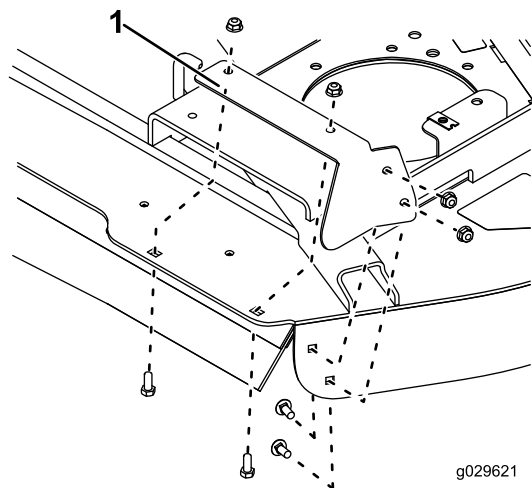

Figura 12
7. Montate il carter pedale destro sulla parte superiore e laterale del piatto di taglio con 4 bulloni a testa tonda (5/16 x 3/4 poll.), bulloni a testa tonda e 4 dadi (5/16 poll.), come illustrato nella Figura 12.